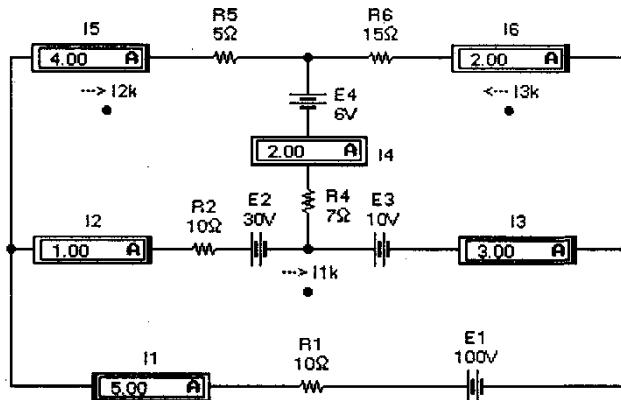

Рис. 4. Схема сложной трехконтурной цепи
Для иллюстрации рассматриваемого метода расчета обратимся к схеме на рис.4, на которой выбранные направления контурных токов обозначены стрелками, токи в ветвях контуров — расположением входных зажимов амперметров.
Теперь найдем истинные токи во всех ветвях. В ветви, где действует ЭДС  $E1$ , истинный ток  $I1$  имеет направление контурного тока  $I1k$  и равен ему:  $I1 = I1k = 5 A$ . В ветви с сопротивлением  $R5$  истинный ток  $I5$  имеет направление контурного тока  $I2k$  и равен ему:  $I5 = I2k = 4 A$ . В ветви с сопротивлением  $R6$  истинный ток  $I6$  имеет направление, противоположное контурному току  $I3k$ , и равен  $I6 = -I3k = 2 A$ . В ветви с сопротивлением  $R2$  истинный ток  $I2$  получится наложением контурных токов  $I1k$  и  $I2k$  и будет иметь направление большего из них, т.е.  $I2 = I1k - I2k = 1 A$ . В ветви с сопротивлением  $R4$  истинный ток  $I4$  получится наложением контурных токов  $I2k$  и  $I3k$  и будет иметь направление большего из них, т.е.  $I4 = I2k + I3k = 4 + (-2) = 2 A$ . В ветви, где действует ЭДС  $E3$ , истинный ток  $I3$  получится наложением контурных токов  $I1k$  и  $I3k$  и будет иметь направление тока  $I1k$ , т.е.  $I3 = I1k + I3k = 5 + (-2) = 3 A$ . Из сравнения полученных расчетных данных с показаниями приборов на рис. 4 видно, что они полностью совпадают.
5. В чем заключается отличие метода контурных токов от метода расчета с использованием законов Кирхгофа для аналогичных целей? Выполните расчет токов в ветвях схемы на рис. 4 методом контурных токов при  $E_1=50$  В,  $E_2=15$  В,  $E_3=5$  В и  $E_4=3$  В. Сравните полученные данные с результатами моделирования.